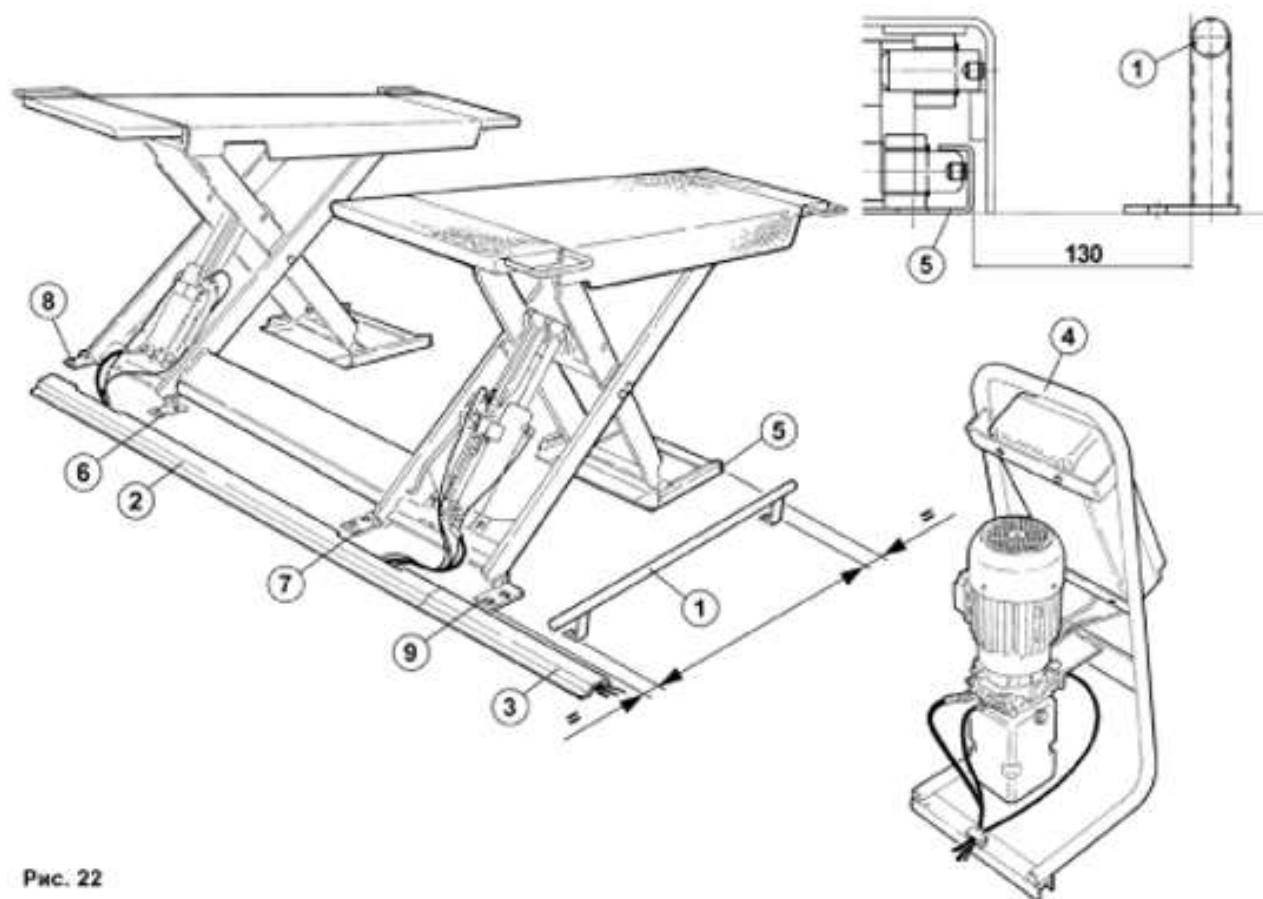

Рис. 22
- В соответствии с рис. 22: установите защиту ног на 130 мм от основания (5). Установите крышку (2) напротив оснований (6) и (7) в середине оснований (6) и (7). Установите крышку (3) напротив крышки (2), как показано на рисунке, и суппорт пульта управления (4) в соответствии со значением, данным на рис. 6. Используйте отверстия как шаблоны для сверления отверстий Ø 9 мм и глубиной 50 мм. Закрепите крышку.